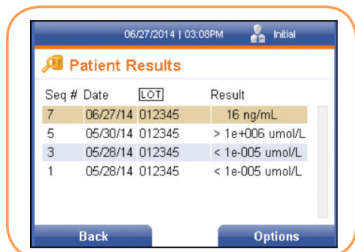

FIGURA 71
4. Pulse la tecla programable derecha para ver los resultados del paciente por ID del operador (Figura 71).